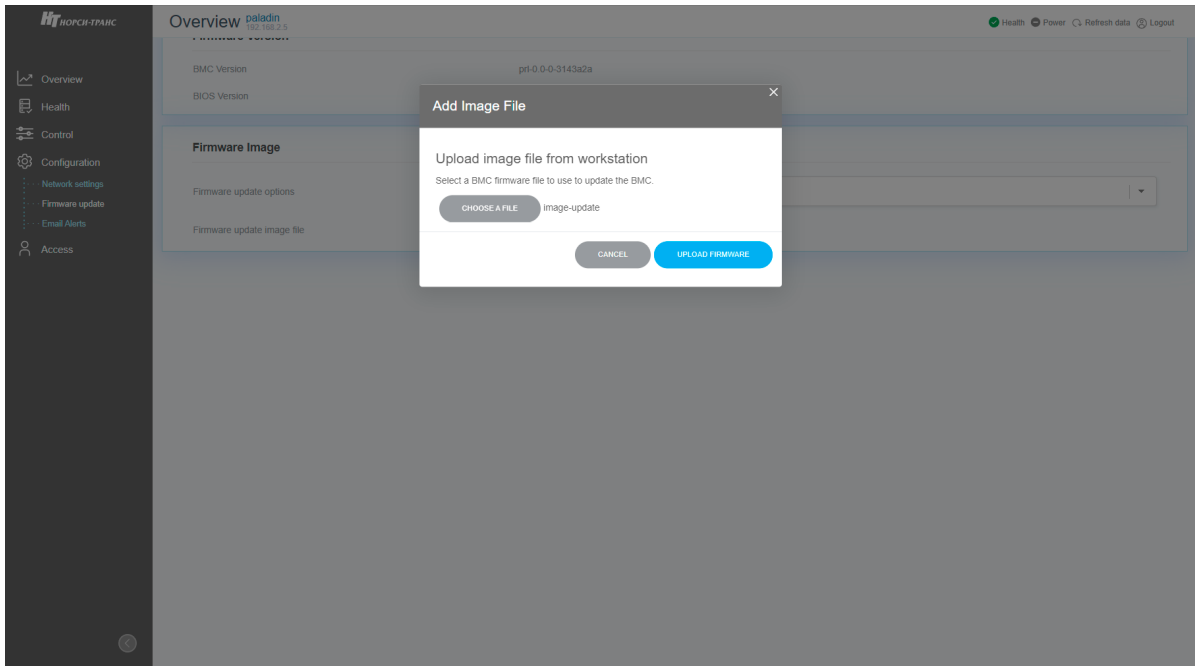

Рис. 86. Окно с активной кнопкой «UPLOAD FIRMWARE»
- 5) Нажмите на кнопку «UPLOAD FIRMWARE». Окно показано на рис. 86 Окно с активной кнопкой «UPLOAD FIRMWARE».